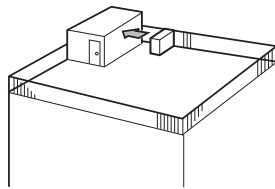

Fig. 2-4
- ① Richten Sie die Luftaustrittsöffnung mit einem Abstand von etwa 50 cm auf die nächstgelegene Wand aus. (Fig. 2-4)